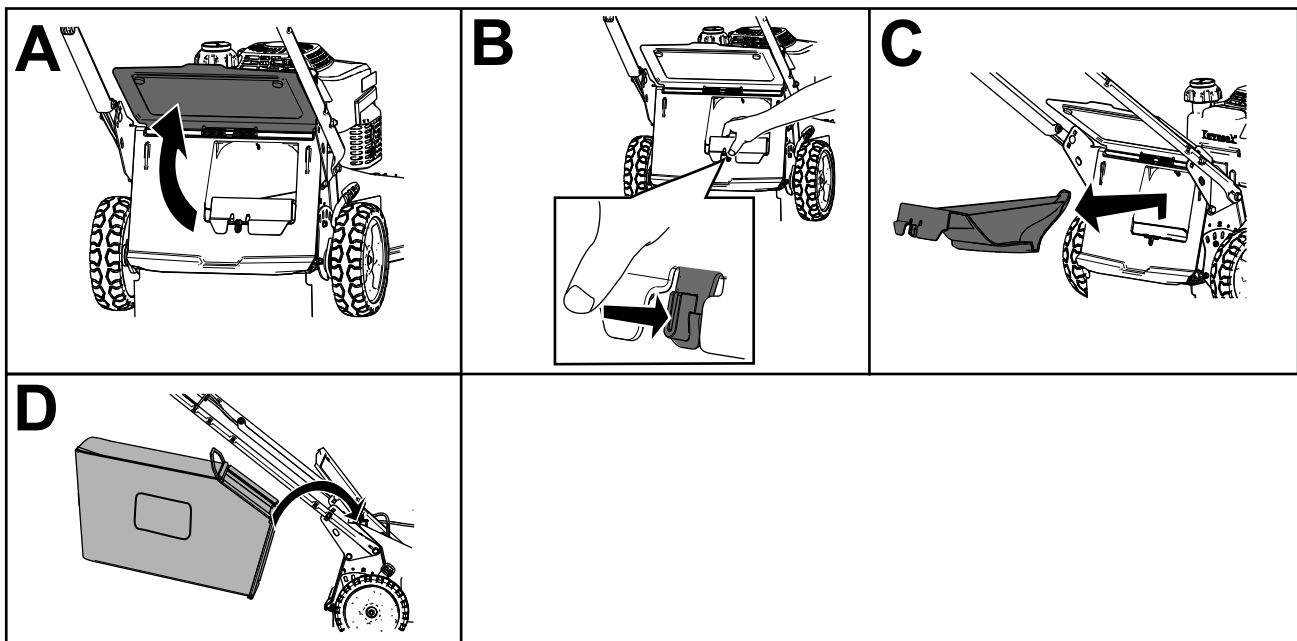

Figura 17
2. Ridicăți și mențineți ridicat deflectorul spate (A din Figura 17).
3. Îndepărtați capacul evacuării posterioare prin împingerea înăuntru cu degetul a clichetului și îndepărtarea capacului de pe maină (B și C din Figura 17).
4. Instalati capetele tijei sacului în canelurile de la baza mânerului și deplasați sacul înainte și înapoi, pentru a vă asigura că ai fixat capetele tijei sacului pe părțile inferioare ale celor două caneluri (D din Figura 17).